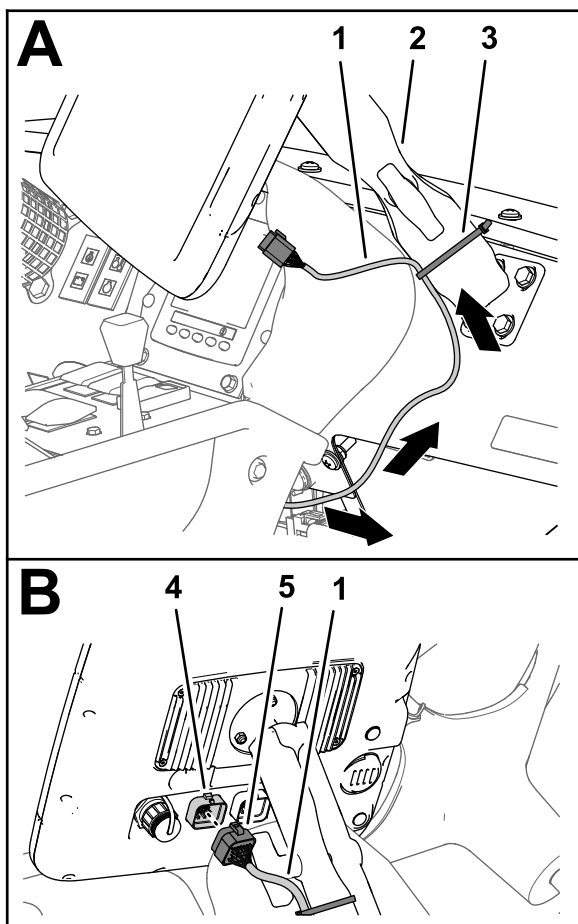

Рисунок 150
6. Проложите ответвление длиной 226 см жгута проводов передачи данных вверх через уплотнительную втулку в отверстии приборной панели (Рисунок 150).
7. Совместите 26-гнездовой разъем жгута проводов передачи данных с 26-штыревым разъемом монитора опрыскивателя и вставьте гнездовой разъем в штыревой разъем с нажатием до срабатывания защелки и надежной фиксации соединения (Рисунок 150).
8. Прикрепите ответвление длиной 226 см жгута проводов передачи данных к стойке монитора кабельной стяжкой (Рисунок 150).